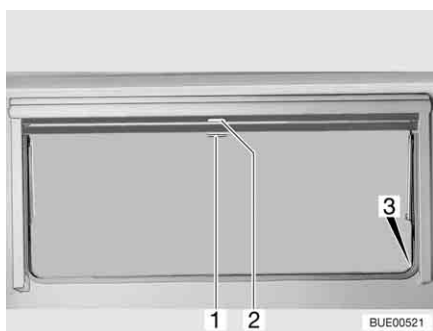

Fig. 29 Finestra apribile
- Tirare verso il basso l'oscurante a rullo accompagnandolo con la maniglia (Fig. 29,2). Quando si chiude completamente l'oscurante a rullo esso va agganciato da entrambi i lati al telaio della finestra nell'apposito elemento di fissaggio (Fig. 29,3).
- Quando l'oscurante a rullo è completamente chiuso: Spingere la maniglia (Fig. 29,2) verso il basso tirandola leggermente verso l'interno. Sganciare l'oscurante a rullo dagli elementi di fissaggio a destra e a sinistra del telaio della finestra.
- Quando l'oscurante a rullo si trova in posizione intermedia: Tirare la maniglia (Fig. 29,2) leggermente verso il basso finché l'elemento di fissaggio non si è sganciato.
- Tirare la maniglia (Fig. 29,1) della zanzariera a rullo verso il basso e agganciarla all'elemento di fissaggio (Fig. 29,3) su entrambi i lati del telaio della finestra.
- Spingere la maniglia (Fig. 29,1) verso il basso tirandola leggermente verso l'interno. Sganciare la zanzariera a rullo dagli elementi di fissaggio a destra e a sinistra del telaio della finestra.